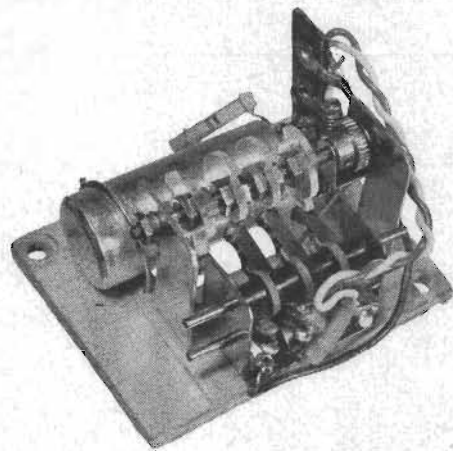
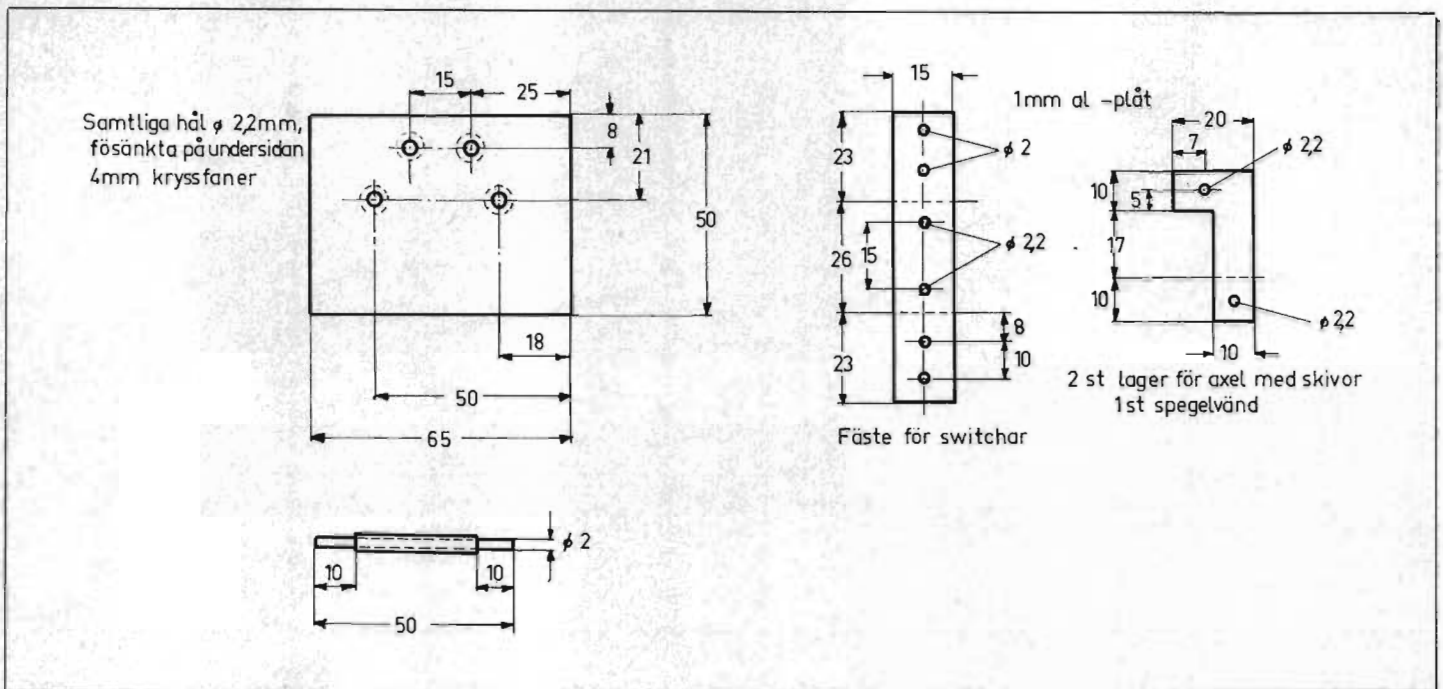
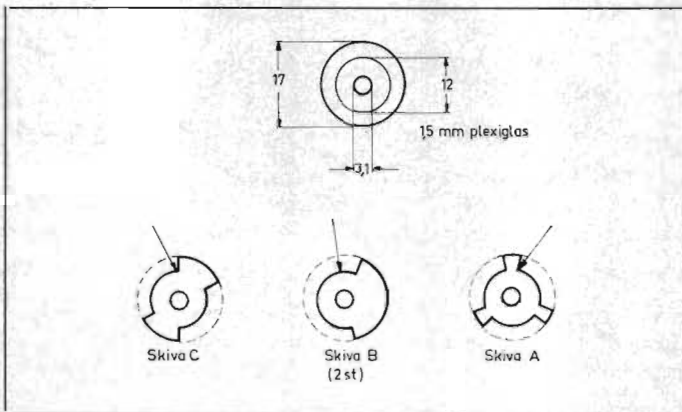

Fig. 6. Servo B för fram-back-omkoppling av drivmotorer. Servomotorn driver via växlar fyra styrsivor som i en viss ordning påverkar fyra mikroswitchar.
Fig. 7. Mått för de mekaniska detaljerna i servo B.
Fig. 8. Mått för styrskivorna i servo B. Skivorna påverkar fyra mikroswitchar. De med pilar märkta punkterna skall ha samma läge på axeln.
- 4 st styrsivor av 1,5 mm plexiglas. Se fig. 8.
- Aluminiumplåt 1,5 mm tjocklek. Se fig. 8.
Servo B, som är enkanalmanövrerat är avsett för fram-back-omkoppling av drivmotorer. Se fig. 6. Liksom i servo A användes här dubbel snäckväxel. Den utgående axeln är en 50 mm gängad mäsingsstång (M3). För att denna skall passa lagringarna och snäckväxeln har stångens ändar filats ned till 2 mm diameter. Se fig. 7. Stången fungerar som axel till fyra styrsivor av plexiglas, se fig. 8, och är lagrad i två stödlager av 1 mm aluminiumplåt, se fig. 7. Styrsivornas lägen justeras och låses med muttrar på axeln, vid resp. mikroswitchar, se fig. 6.
De fyra plexiglasskivorna i omkopplarservot, se fig. 8, skall justeras på omkopplaxeln så att de med pilar utmärkta punkterna ligger i en tänkt rät linje som är parallell med axeln. Justeringen underlättas om man märker ut punkterna med färg.
Servots uppbyggnad visas i fig. 6. Måtten för de mekaniska delarna är angivna i fig. 7. Försänkta M2-skrivar har använts vid monteringen. Fötterna på lagren till omkopplaxeln måste filas ner så att de passar till omkopplållaren vid monteringen på bottenplattan. Mikroswitcharna är upphängda på två rundstavar av 2 mm silverstål, som i sin tur hängt upp i fästet för switcharna. På den övre rundstaven